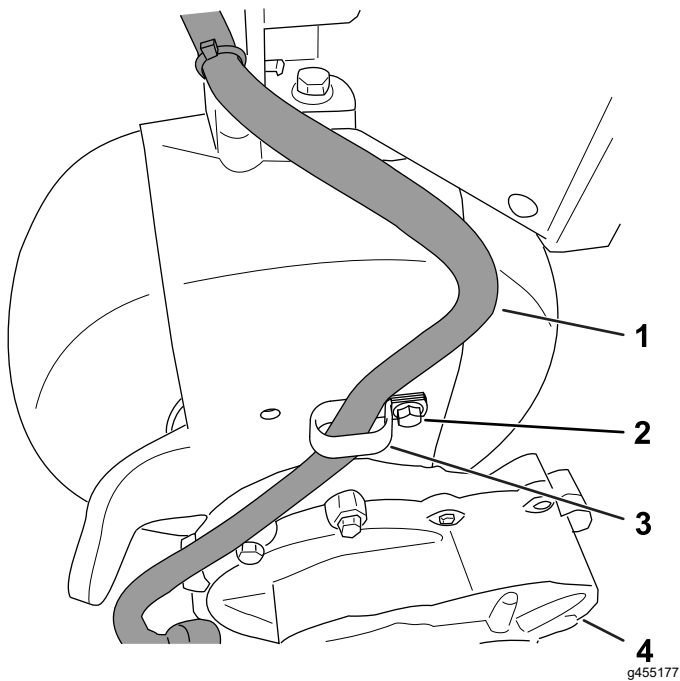

Figura 5
- Enrute el arnés de cables de la caja de engranajes hacia el capó y sujételo con la abrazadera en R, como se muestra en la Figura 5.